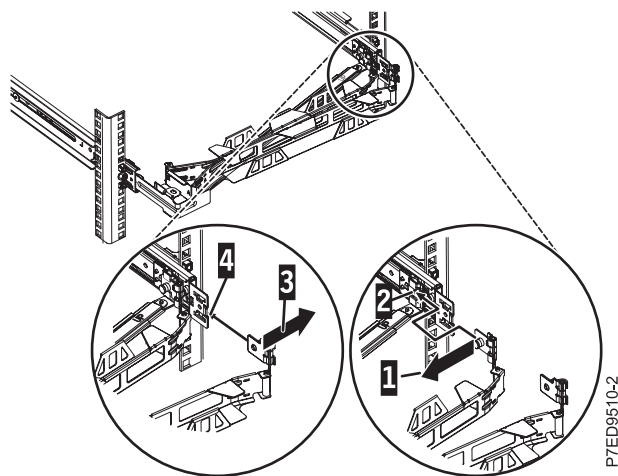

Figura 16. Conexión del brazo portacables
5. Coloque el brazo portacables en el brazo de soporte. Tire de la patilla del brazo portacables (1) y, a continuación, deslice la pestaña del brazo portacables (2) en la ranura en el interior del riel deslizante derecho. Empuje la pestaña hasta que quede encajada en su sitio. Tire de la otra patilla del brazo portacables (3) y, a continuación, deslice que la pestaña del brazo portacables en la ranura de la abrazadera de montaje (4) en el externo del riel deslizante derecho. Empuje la pestaña hasta que quede encajada en su sitio, tal como se muestra en la Figura 16.